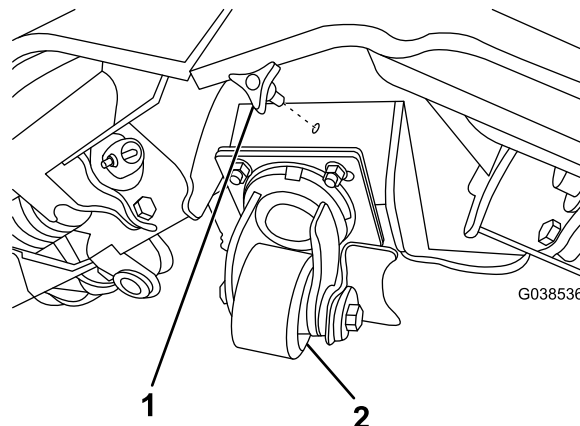

Figure 11
- Insérez partiellement le bouton en plastique du sabot de la roulette centrale dans la douille centrale du chasse-neige (Figure 11).
6. Glissez le sabot de la roulette centrale que la plaque inférieure centrale du chasse-neige, en prenant soin d'orienter le bouton en plastique vers l'avant (Figure 11).